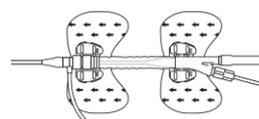

図 7. IABP 固定具使用による固定
- (9) シースキャップについての翼部および分岐部についての翼部を患者に縫合または IABP 固定具を用いて固定する。(図 7 参照)